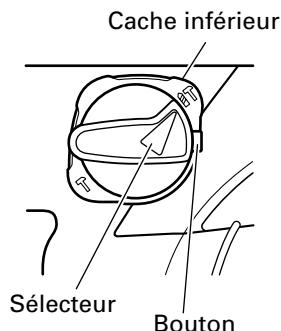

Fig. 7
(1) Commutation sur "rotation + percussion"
- (b) Aligner ▲ du levier de sélection sur du support de levier comme indiqué sur la Fig 7.